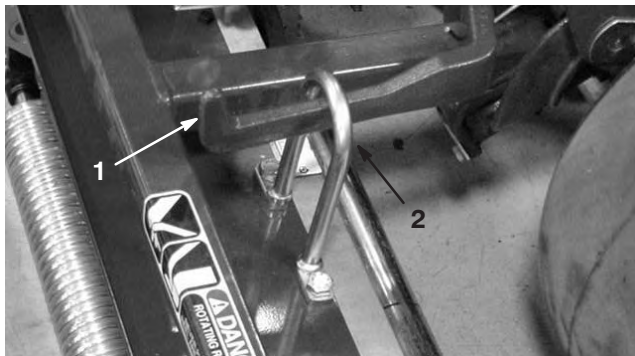

Bild 10
3. Schieben Sie das Mähwerk unter das Zuggestell, während Sie die Hubwalze am Hubarm einhaken (Bild 10).